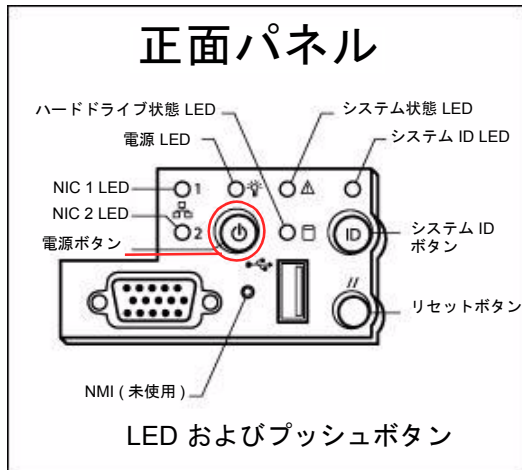

図 2-16 電源スイッチおよび正面パネルの詳細
6. 正面カバーを開き、正面パネルの電源ボタン (図 2-16) を押します。